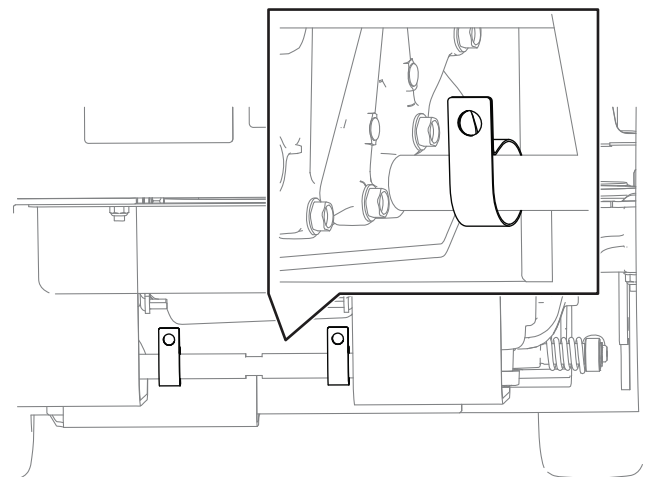

Figura 4
2. Montate i serratubi a R sull'asta. Assicuratevi che i serratubi a R siano rivolti nella direzione corretta, come illustrato nella Figura 4.